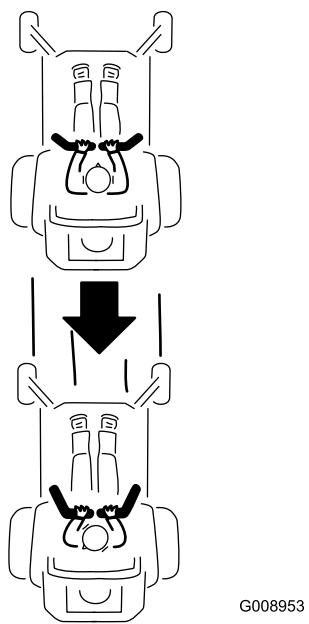

Figura 34
2. Per fare retromarcia tirate lentamente verso dietro le leve di controllo del movimento (Figura 34).